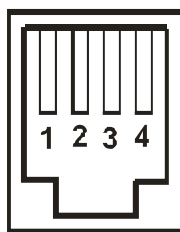

Рисунок 23 Цоколёвка разъемов сети RS-485:
3.2.6 Если предполагается работа приборов ИВТМ-7М3, ИВТМ-7М5-3 в сети RS-485 с компьютером, необходимо подсоединить блок измерения и индикации к сети с помощью специального кабеля в соответствии с цоколёвкой разъемов сети RS-485, рисунок 23. Схема подключения прибора, распайка кабеля приведены в приложении В. Инсталлировать и запустить программное обеспечение в соответствии с прилагаемым описанием программы. Настроить программное обеспечение на работу с COM портом, к которому подключен прибор(ы) (преобразователь интерфейсов ПИ-1М).